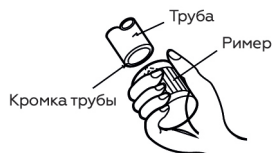

Рис. 37
3. Обработайте кромку трубы римером (рис.37).